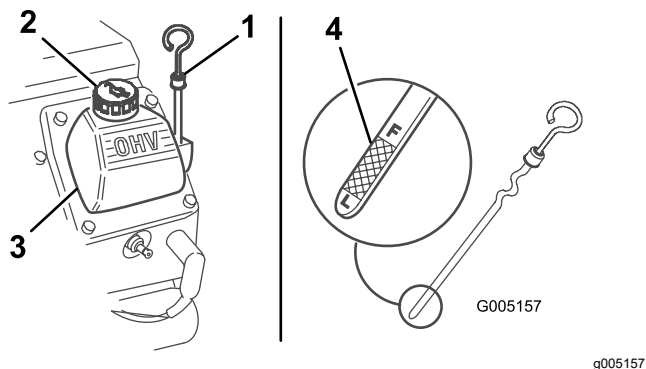

Figura 23
3. Pulite l'area intorno all'asta di livello dell'olio (Figura 23).
4. Estraete l'asta di livello dell'olio e pulite l'estremità metallica (Figura 23).
5. Infilate fino in fondo l'asta di livello nel relativo tubo (Figura 23).
7. Se il livello dell'olio è basso, pulite l'area attorno al tappo di riempimento dell'olio e rimuovetelo (Figura 23).
12. Togliete il tappo di riempimento dell'olio (Figura 23) e versate lentamente l'80% circa della quantità d'olio specificata attraverso il coperchio della valvola.